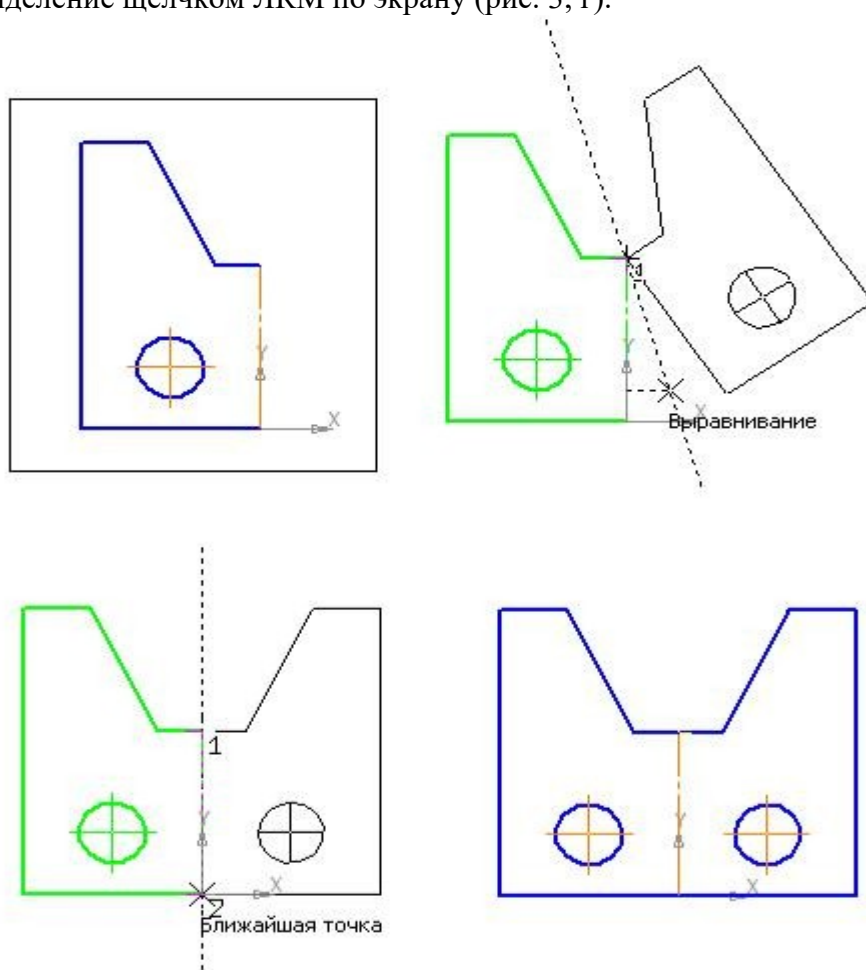

Рис. 3. Построение второй половины детали
- для построения полного изображения детали на Компактной панели выберите кнопку переключения – Выделение, команда – Выделить рамкой. Обведите рамкой построенное изображение (рис. 3, а). Выделенный объект изменит цвет;
- укажите первую точку на оси симметрии (рис. 3, б);
- укажите вторую точку на оси симметрии (рис. 3, в);
- снимите выделение щелчком ЛКМ по экрану (рис. 3, г).